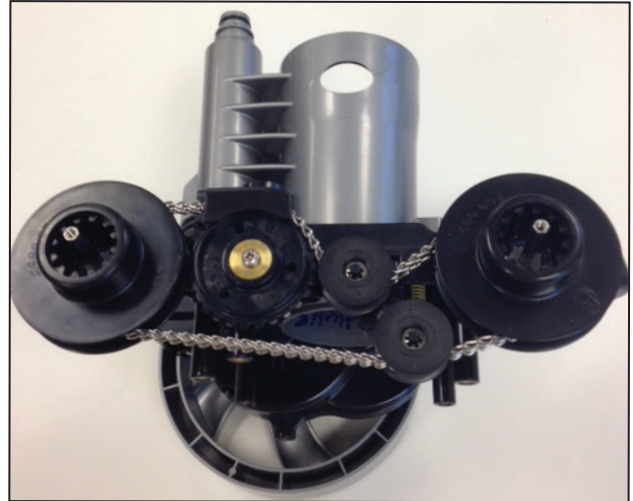

Figura 16. Carcasa inferior del kit de reajuste retirada
3. Retire la carcasa inferior (Figura 16).